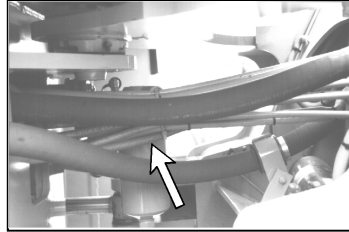

Bild 12
- Legen Sie die Kabel durch ein Schutzrohr, welches im Set enthalten ist. Befestigen Sie dieses alle 300mm mit Kabelbindern, wenn möglich an existierenden Hydraulik- oder Kabelleitungen. Bei Knicklenkern müssen Sie das Schutzrohr an dem Gelenkbolzen vorbei verlegen (Bild 12). Befestigen Sie die Kabel nicht an dem Fahrzeugkabelbaum.